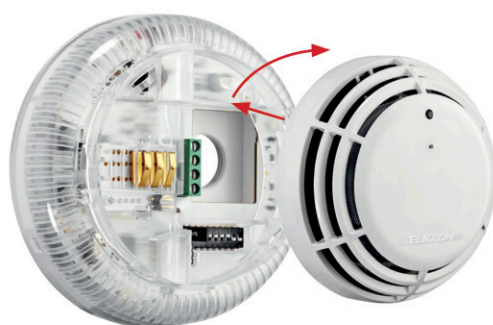

Fig. 2
- ☐ Acople el detector a la base girándolo en el sentido de la flecha (Fig. 2)